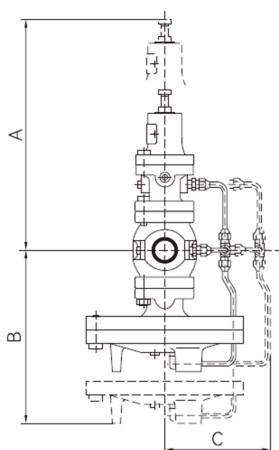

Рис. 6
- В камере для установки должно быть достаточно места для монтажа, регулировки и обслуживания. Обеспечьте пространство в верхней и нижней частях клапана, чтобы его можно было легко разобрать и осмотреть (рис. 6).